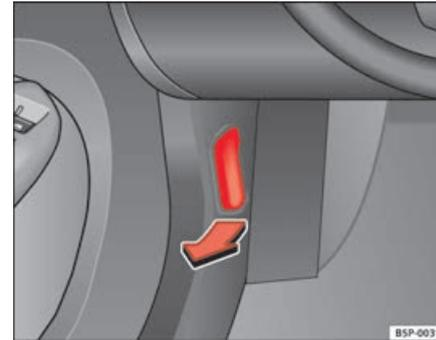

Abb. 163 Ausschnitt aus dem Fußraum auf der Fahrerseite: Entriegelungshebel für die Motorraumklappe
- Ziehen Sie den Hebel unter der Instrumententafel ⇒ Seite 221, Abb. 163 in Pfeilrichtung. Die Motorraumklappe wird durch Federwirkung entriegelt ⇒ .